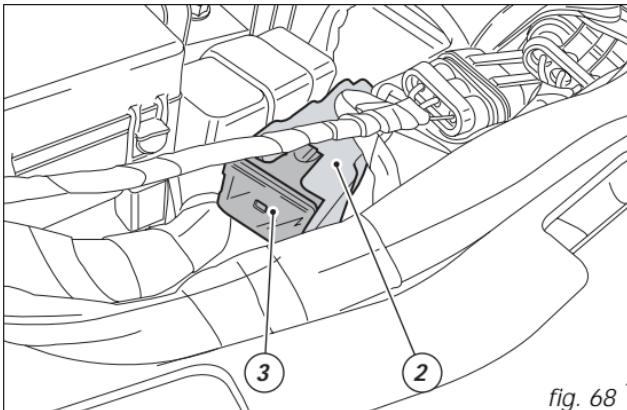

fig. 68
Il fusibile da 40A (2) posto sul lato della scatola porta fusibili (fig. 68) protegge il regolatore elettronico.